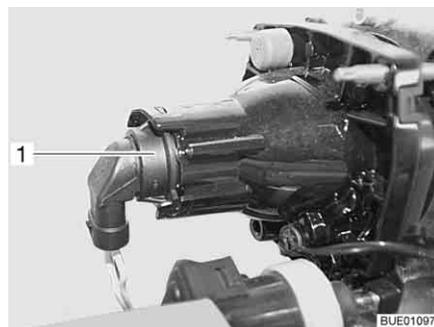

Fig. 273 Feu de croisement/feu de position/feu de route
- Placer la main derrière le support de l'ampoule (Fig. 273,1).